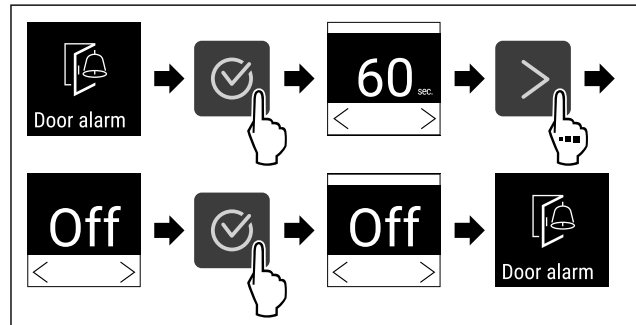

Fig. 118
- ▶ Провести етапи операцій (див. Fig. 118).